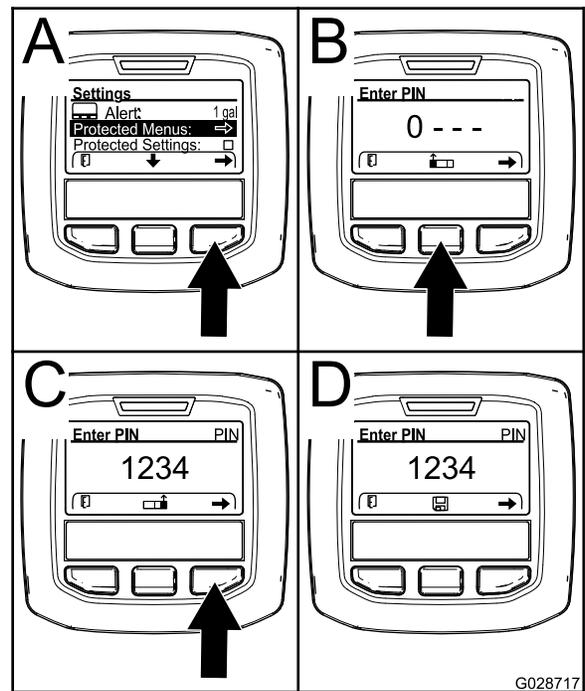

图12
3. 按右侧选择按钮选择受保护菜单 图12。
- 按中间选择按钮 图12 中的 B 可增加数值 09。
- 按右侧选择按钮 图12 中的 C 可将光标移至右边的下一个数值位置。
- 注意** 保存图标将显示在中间选择按钮的上方 图12 中的 D。